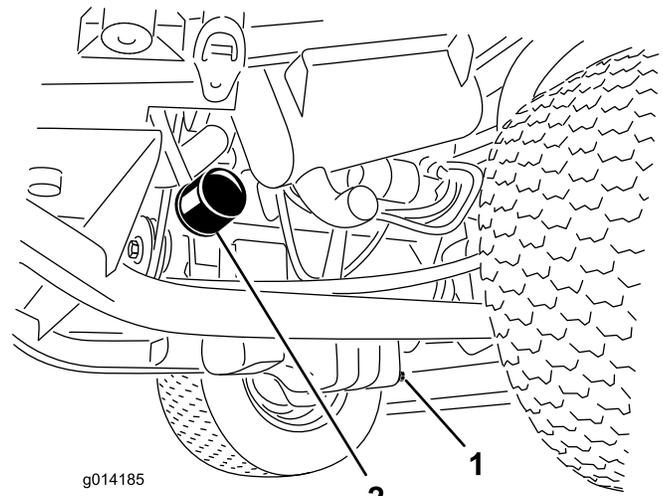

Figure 28
3. Déposez le filtre à huile (Figure 28).
1. Retirez le bouchon de vidange (Figure 28) et laissez couler l'huile dans un bac de vidange.